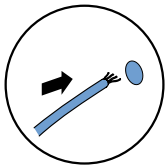

Abb. 2.3 Aufhängen Markise elektrische Bedienung
1. Hängen Sie die Markise in die Wandhalter. Siehe Abbildung 2.3 für elektrische Bedienung oder 2.4 für Bandbedienung.